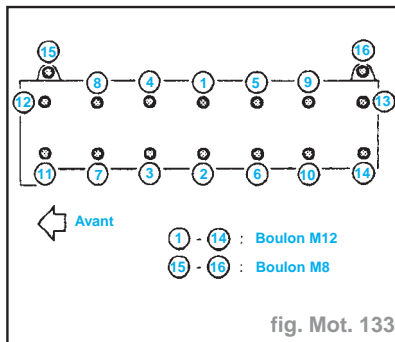

fig. Mot. 133
- Serrer les vis de culasse au couple spécifié en procédant de la façon suivante (fig. Mot.133).